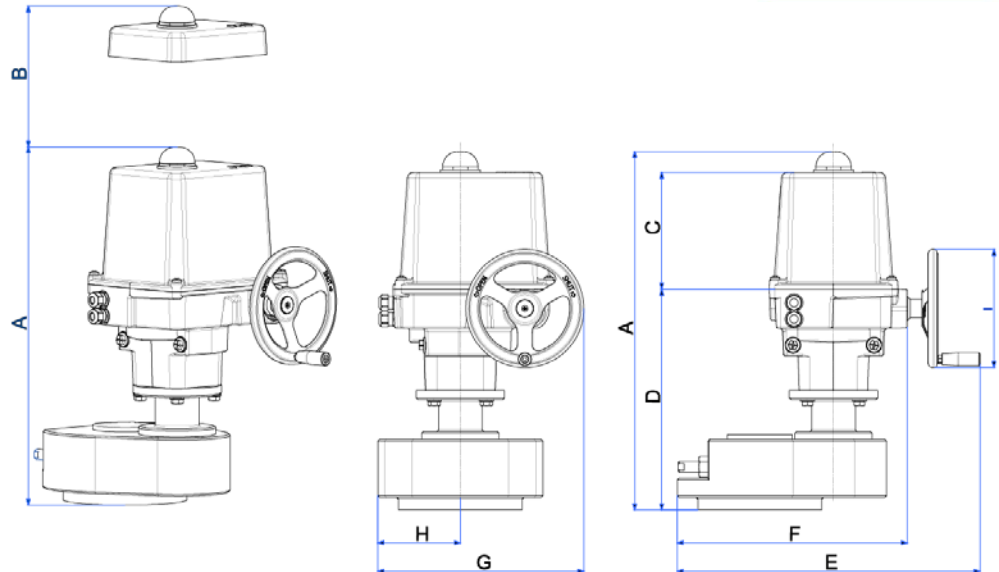

Figure 1: Cotes d'encombrement et de montage
- Lors de l'installation des servomoteurs, un espace suffisant doit être laissé pour permettre l'ouverture du capot (fig. 1).